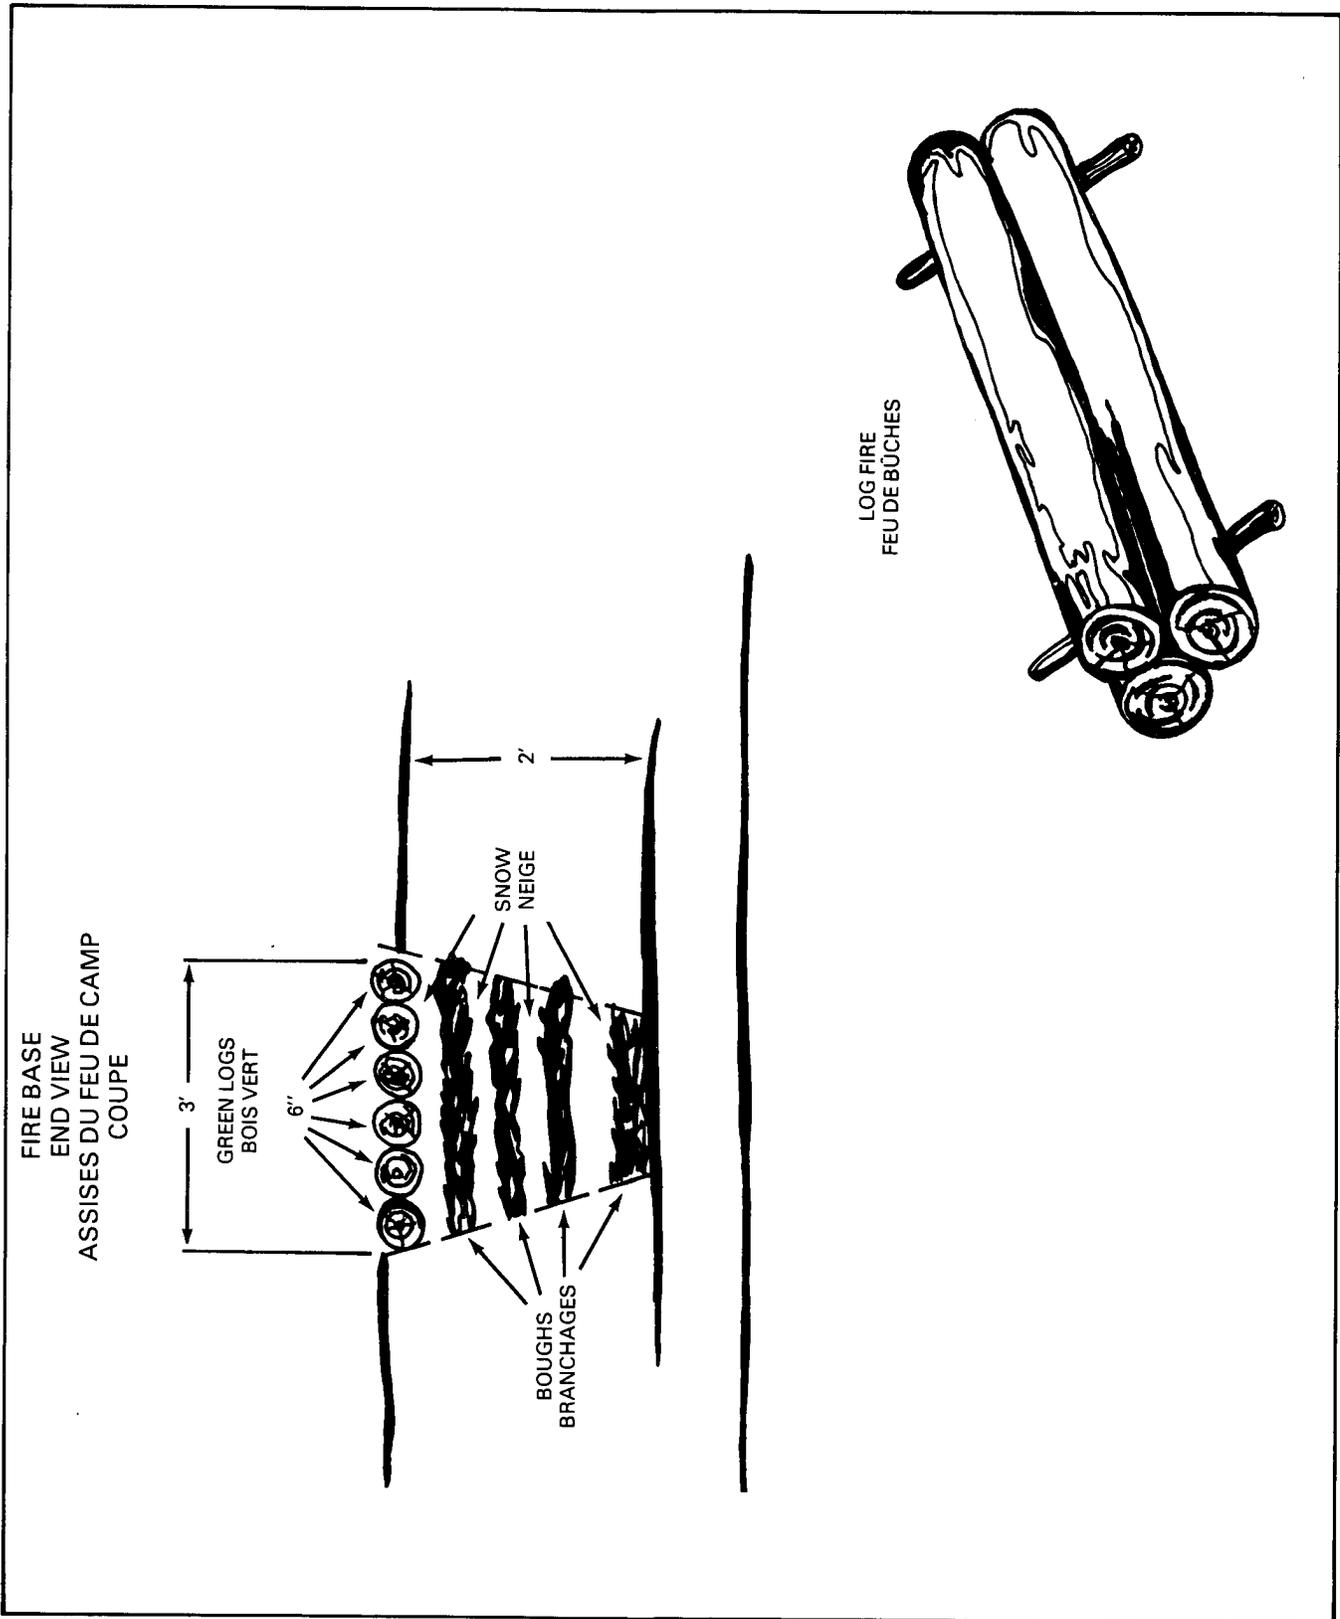

Figure 3-10 Fire Base and Log Fire
- f. Cover the roof of the lean-to. This is done by shingling boughs on it from the bottom and building up. The thickness of the roof should be at least 6 inches, or thick enough for a man to walk on as the roof is being built up. (See Figure 3-10.)
- g. Close in the sides of the lean-to. The most common method is to cut short trees or using the tips of large trees, lean these against the sides of the lean-to with the cut or butt end up. (See Figure 3-10.)
- f. Couvrir le toit de branchages disposés en bardeaux de la base au sommet du toit. Le toit devrait avoir au moins 6 pouces d'épaisseur ou du moins pouvoir supporter le poids d'un homme durant la construction (voir figure 3-10).
- g. Fermer les côtés de l'appentis. La façon la plus courante est de couper de petits arbres ou d'utiliser des branchages que l'on appuie contre les côtés de l'appentis, le gros bout vers le haut (voir figure 3-10).